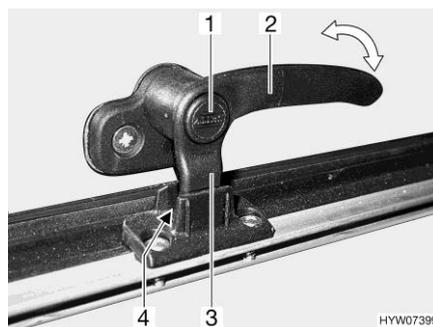
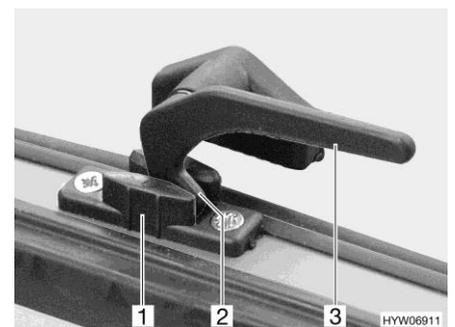

Fig. 98 Palanca de bloqueo con botón de seguridad en la posición de "ventilación continua"
Fig. 99 Palanca de bloqueo en la posición de "ventilación continua"
- En la posición "ventilación continua" (Fig. 98 y Fig. 99)
- Si existe, pulsar el botón de seguridad (Fig. 98,1) y mantenerlo pulsado.
- Girar la palanca de bloqueo (Fig. 98,2 ó Fig. 99,3) un cuarto de vuelta hacia la mitad de la ventana.
- Girar de nuevo hacia atrás la palanca de bloqueo. El saliente de bloqueo (Fig. 98,3 ó Fig. 99,2) de la palanca de bloqueo se ha de introducir para ello en el rebaje del bloqueo de la ventana (Fig. 98,4 ó Fig. 99,1).
- Si existe, soltar el botón de seguridad (Fig. 98,1).